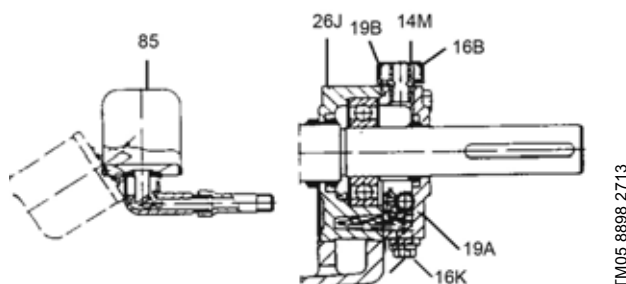

Fig. 13 Esquema de un rodamiento lubricado con aceite
Siga un programa de lubricación periódica con aceite. Las bombas KP y KPV con rodamientos lubricados con aceite están equipadas con un depósito transparente; dicho depósito pertenece a un engrasador de nivel constante que mantiene el nivel de aceite, aproximadamente, en la línea central del rodamiento inferior. Consulte la pos. 85 en la fig. 13. Si es necesario, renueve el aceite almacenado en el depósito del engrasador de nivel constante. Para rellenarlo, desmonte el depósito y vierta aceite en él. Después de llenar de aceite el depósito, instálelo de nuevo en su posición de operación.